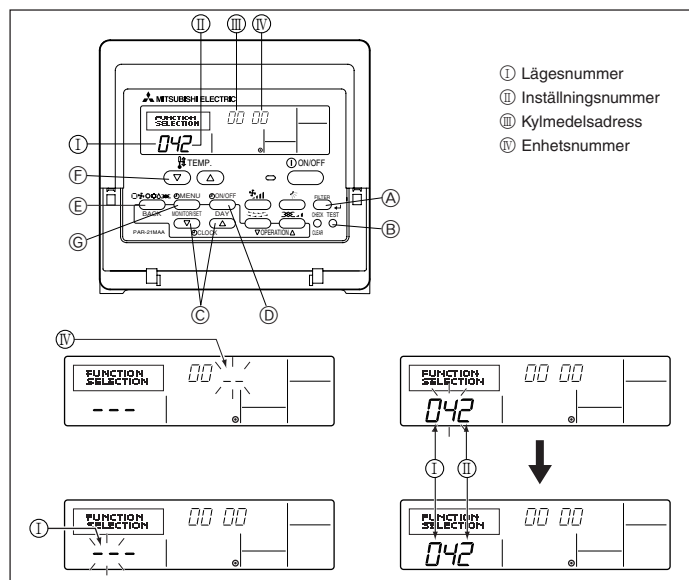

Fig. 6-2
6.2.1. Enhetens funktionsinställning (Fig. 6-2)